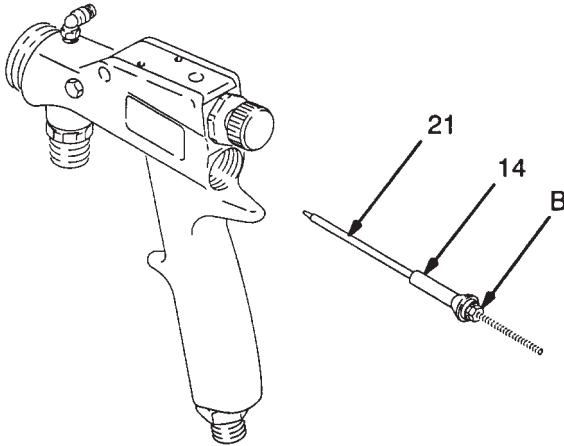

Fig. 10
7. Monter la soupape d'air neuve (14) sur le pointeau produit (21) contre l'écrou (B). Voir la Fig. 10. Cela permet de loger l'entrée de la tige de la soupape d'air dans le joint en U (33) sans endommager la lèvre de ce joint.
8. Monter le pointeau produit (21) et la soupape d'air (14) par l'arrière du pistolet.